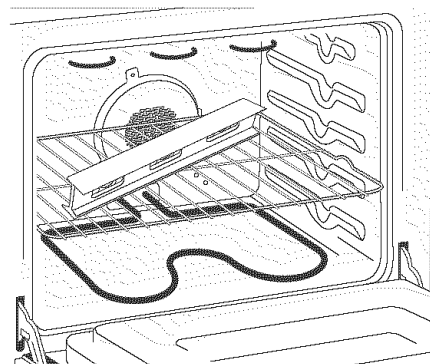

Figura 13
2. Ponga un nivel sobre la parrilla (figura 13). Tome dos lecturas con el nivel puesto diagonalmente en una dirección y después en la otra. Nivele la estufa, si es necesario, ajustando las 4 patas niveladoras con una llave de tuercas.